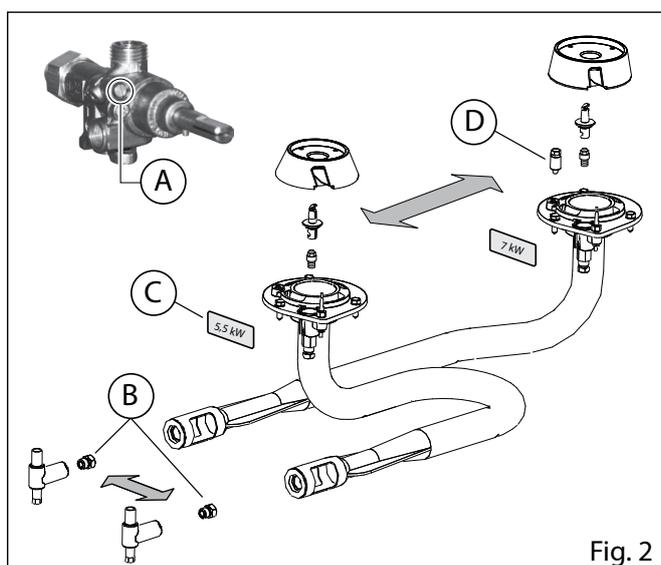

Fig. 2
- Regolare la vite del minimo by pass (Fig. 2/A)
- Svitare gli ugelli (Fig. 2/B) e avvitarli nella posizione corrispondente scelta
- Asportare la targhetta potenza (Fig. 2/C) e collocarla sul bruciatore corrispondente
- Svitare distanziale (Fig. 2/D) e avvitarlo nella flangia desiderata